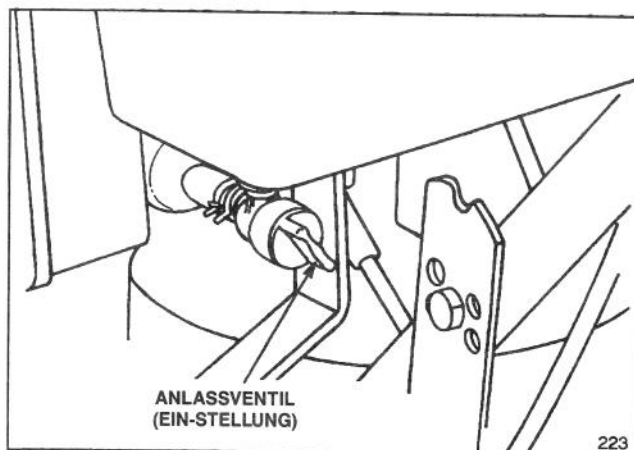
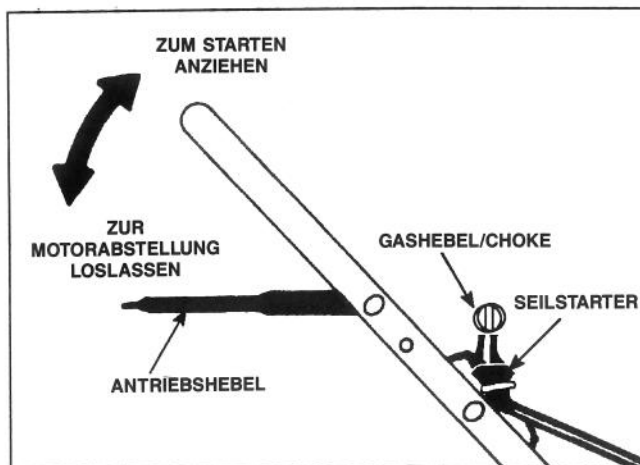
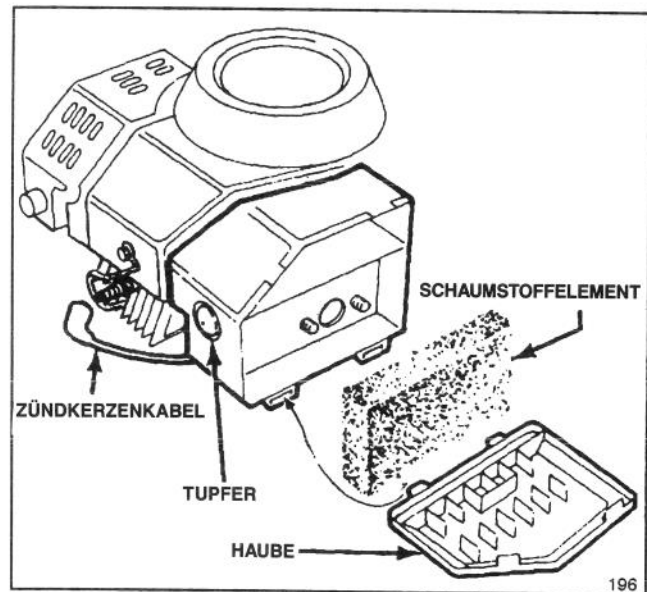

Abbildung 6
Abbildung 7
Abbildung 10
3. Anlaßventil auf EIN stellen (Abb. 6).
1. BEDIENUNGSELEMENTE (Abb. 7)—Gashebel/Choke, Antriebshebel und Seilstarter befinden sich auf der oberen Schiebestange.
2. MOTORSTART—Zündkabel auf die Zündkerze stecken (Abb. 10). Gashebel (Abb. 6) auf CHOKE stellen. Den Daumen auf das Loch in der Mitte des Tumpfers setzen und ein Mal drücken (Abb. 10). Antriebshebel gegen Schiebestange halten. Seilstarter betätigen (Abb. 7) bis Motor anspricht, dann kräftig ziehen, bis Motor anspringt. Gas bei laufendem Motor wunschgemäß regulieren.
3. ABSTELLEN DES MOTORS (Abb. 7)—Antriebshebel loslassen und hinter der Schiebestange stehenbleiben, bis Motor und Messer still stehen. Kabel aus der Zündkerze herausziehen, wenn der Mäher nicht beaufsichtigt oder benutzt wird.
1. Stellen Sie den Motor ab und ziehen Sie das Zündkabel aus der Zündkerze (Abb. 10).
2. Streifen an der Oberseite der Luftfilterhaube anheben und Haube abheben. Haube sorgfältig säubern (Abb. 10).
3. Falls die Außenseite des Schaumstoffelements schmutzig ist, vom Luftfiltergehäuse entfernen (Abb. 10). Sorgfältig säubern.
1. Den Motor abstellen und das Zündkabel aus der Zündkerze ziehen (Abb. 10).
1. Motor abstellen und Zündkabel aus der Zündkerze ziehen (Abb. 10).
1. Motor abstellen und Kabel aus der Zündkerze ziehen (Abb. 10).